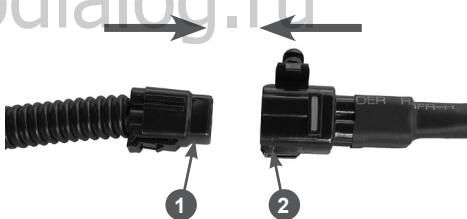

Рис. 20. Подключение электрооборудования панели
13. Соедините разъёмы цепи питания фары и обогрева рукожаток (Рис. 20).